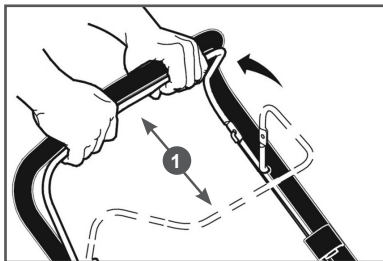

Рис. 17 Рычаг остановки двигателя
*Перед запуском двигателя, несколько раз задействуйте рычаг остановки двигателя 1 (Рис. 17). Проверьте, чтобы рычаг и трос остановки двигателя работали должным образом.*